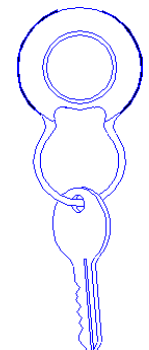

Fig. 3
3. Get back the plastic part to its original position, sliding the key in the ring (Fig. 3)
3. Riportare la parte plastica nella posizione originale, facendo scorrere la chiave nell'anello (Fig. 3)
3. Reporter la partie plastique dans la position originale, en faisant couler la clé dans la bague (Fig. 3)